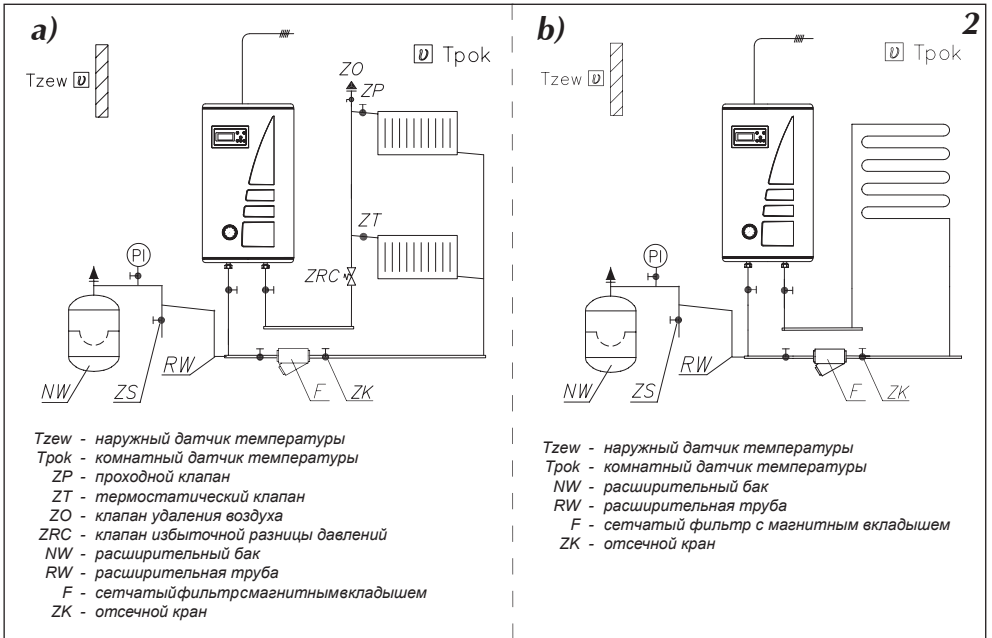
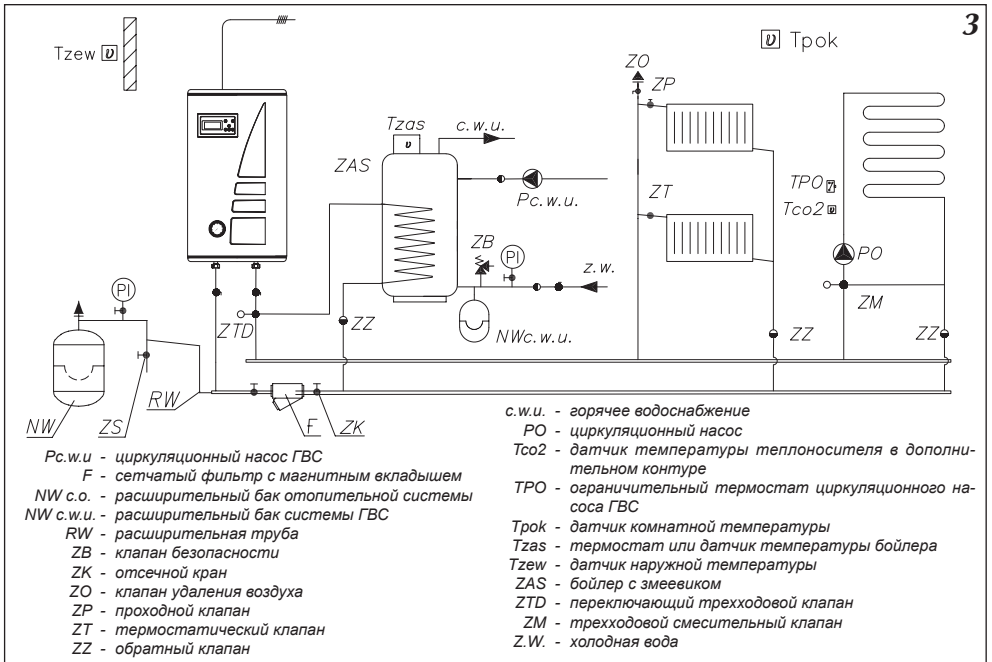
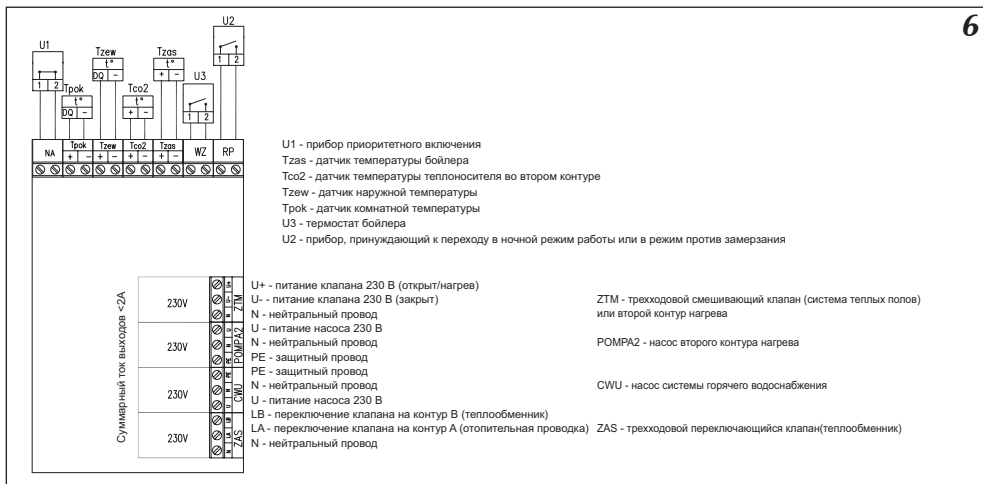

Рис.2 Примерная схема отопительной системы
Рис.3 Примерная схема отопительной системы – радиаторы, обогрев теплых полов, бойлер ГВС.
Рис.6 Подключение наружных устройств к плате ZIO.
2. Подключить котел к отопительной проводке, оснащенной отсечными кранами (рис.2 и рис.3).
- на модуле ZIO замкнуты клеммы NA (см. рис. 6),
К котлу ЕКСО.М1z можно подключить, в зависимости от потребности, ряд дополнительных приборов или необходимых датчиков (рис. 6).
К котлу ЕКСО.М можно подключить прибор приоритетного включения – например проточный водонагреватель (рис.6), который будет выключать нагрев котла. Это решение используется с целью ограничения потребления максимальной мощности. Приоритетный прибор должен иметь выход сигнального управления. **Прибор приоритетного включения подключается при помощи провода (напр. LIYY 2x0,14) к клеммам „NA” на плате ZIO. На клеммы „NA” запрещается подавать какое-либо напряжение!** Перед подключением приоритетного прибора следует проверить имеет ли он выход сигнального управления. Если приоритетный прибор может управлять только сигналом напряжения, следует использовать соответствующее реле. **Неиспользуемые клеммы NA следует оставить в замкнутом состоянии!**
Из этих двух способов можно выбрать один при помощи соответственной установки в сервисном меню. Способ подключения клемм термостата и датчика температуры в теплообменнике представлен на рис.6.
На электронном модуле рис.6 имеются клеммы ZAS. На клемму LB подается напряжение 230В в случае, если есть необходимость нагрева воды в теплообменнике. На клемму LA подается напряжение 230В в случае, если котел греет теплоноситель в отопительной проводке. К этим клеммам можно подключить трехходовой клапан, который будет переключать отопительный контур на запитку теплообменника. В случае запитки теплообменника температура теплоносителя стандартно устанавливается на уровне 80°С. Эту величину можно изменить в сервисном меню. Одним из рекомендованных компаний Kospel трехходовых клапанов является клапан VCZMH6000E с серводвигателем VC6012ZZ00 и кабелем 45900445-013В. Управление этим клапаном осуществляется подачей сетевого напряжения 230В~ на один из двух проводов – коричневый или черный. Синий провод следует подключить к нейтральному проводу сети питания. Подача питания на коричневый провод приведет к переключению клапана в положение, при котором открывается проход между входом "AB" и выходом „B". Подача питания на черный провод приведет к переключению клапана в положение, при котором открывается проход между входом "AB" и выходом „A". Обозначение входа „AB" и выходов „A", „B" нанесено на клапан.
На рис. 6 представлен способ подключения трехходового клапана к котлу. Принято, что выход горячего теплоносителя из котла подключен к входу „АВ” переключающегося клапана а выходы А и В служат соответственно для:
- Коричневый провод кабеля 45900445-013В подключить к клемме LB согласно рис. 6.
- Синий провод кабеля 45900445-013В подключить к клемме „N” согласно рис. 6.
Котел ЕКСО.М1z может управлять насосом системы горячего водоснабжения. Управление основано на включении или выключении этого насоса в зависимости от установленной суточной программы. Таким образом насос можно отключить, например на ночь. Насос подключается к плате ZIO согласно рис.6. Напряжение питания насоса – 230В.
Разъем ZTM на плате ZIO22 рис.6 служит для подключения смесительного клапана запитки второго контура (рис.3 кран ZM). Этот контур должен быть приспособлен для запитки более низкими температурами чем в отопительной системе. Например, если отопительный контур запитывается температурой 85°C (см „Сервисное меню” параметры WChG,WChG2, Tcomax и Tc2max), второй контур может служить для запитки системы Теплый пол максимальной температурой 60°C. В этом случае следует помнить о установке дополнительной защитной арматуры, предохраняющей от появления слишком высокой температуры во втором контуре. Для измерения температуры во втором контуре используется датчик типа WE-008.
На плате ZIO рис.6 имеется разъем RP, замыкание которого приводит к переходу котла в режим работы против замерзания или в ночной режим работы. Выбор одного из этих режимов осуществляется в сервисном меню. Также как и на разъем NA, на него нельзя подавать напряжение!